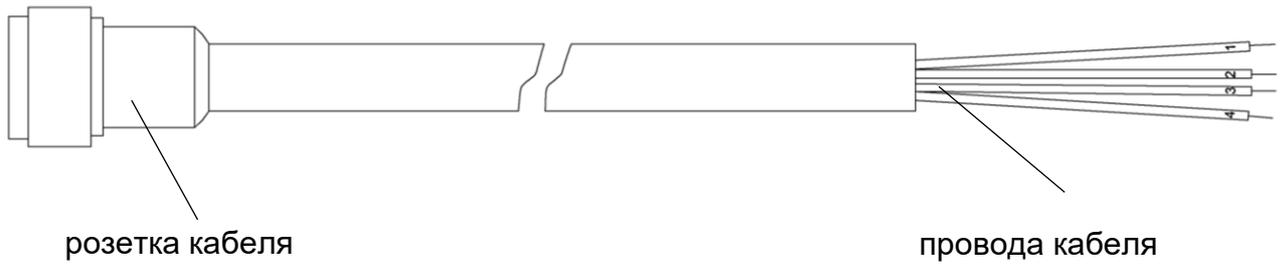

Рисунок 2.4 – Кабель
– подключают блок измерения параметров ветра из состава анеморумбометра к блоку электроники комплекса в соответствии с рисунком 2.3. Для этого розетку кабеля (рисунок 2.4) соединяют с вилкой БИП, расположенной на блоке измерения анеморумбометра;